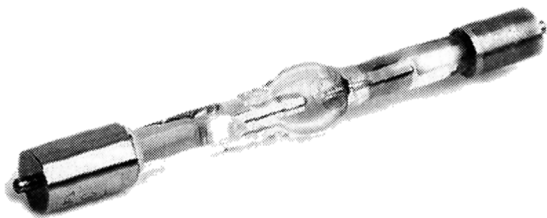

Рис. 2.30. Линейная галогенная лампа
**Галогенные лампы** мало отличаются от ламп накаливания. Единственная разница между ними — это газовый состав в баллоне. В галогенных лампах к инертному газу примешивают йод или бром. В результате становится возможным повышение температуры нити накаливания и уменьшение испарения вольфрама. Именно поэтому лампы можно делать более компактными и увеличить срок их службы в 2—3 раза. Однако температура нагревания стекла повышается весьма значительно, поэтому галогенные лампы делают из кварцевого материала. Они не терпят загрязнений на колбе. Прикасаться незащищенной рукой к баллону нельзя — лампа перегорит очень быстро. Линейные галогенные лампы (рис. 2.30) используются в переносных или стационарных прожекторах. В них часто бывают датчики движения.